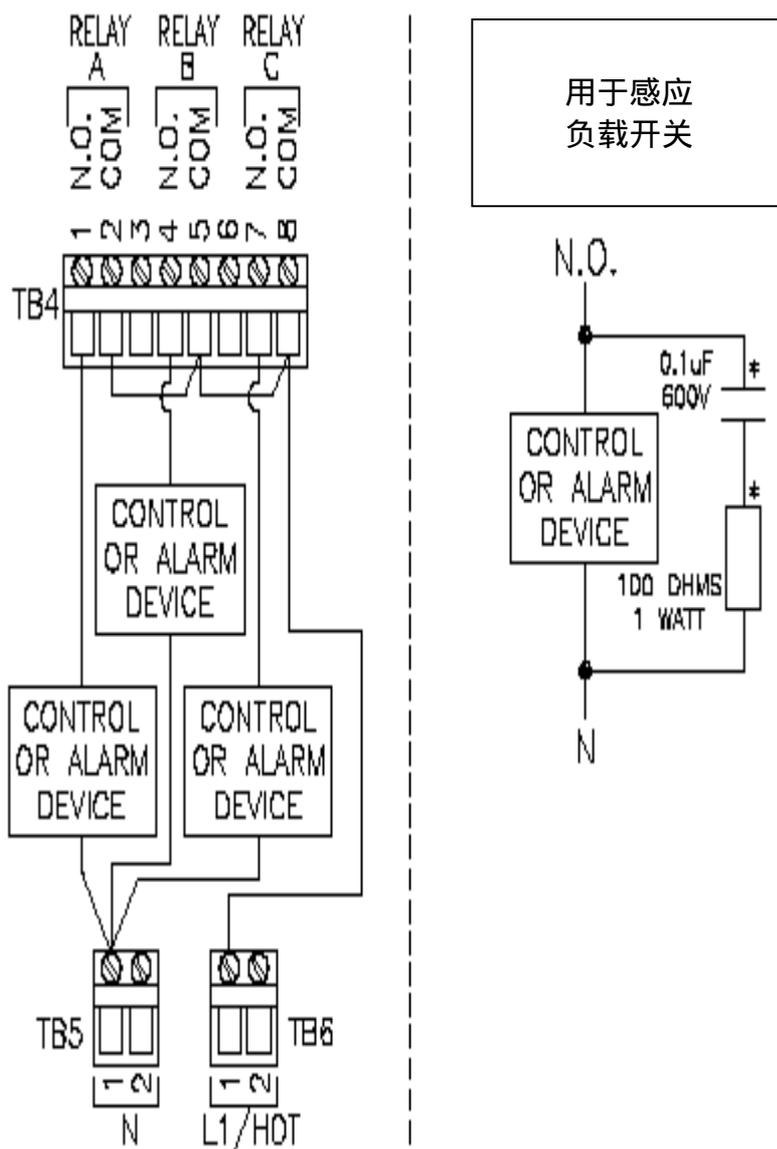

图 2-5 连接控制/报警装置到固态交流继电器
当随附的是这种类型的继电器时，在 TB4 的接线端 1~8 共提供三路 SPST (单刀单掷) 固态交流 (AC) 继电器输出 (继电器 A、B 和 C) ——除了接线端 3 和 6 没有用到。继电器输出是不接电的。用于测定仪供电的电线也可以用于为与这些继电器相连接的控制或者报警装置。参见图 2-5，这是一个通用的接线排列图。每次都要检查控制线以确保供电不会被继电器的开关动作而造成短接，并且接线符合当地的法规要求。
**注意：**这些固态交流 (AC) 输出要求 24~250 VAC、至少 0.02 amps RMS 的供电。